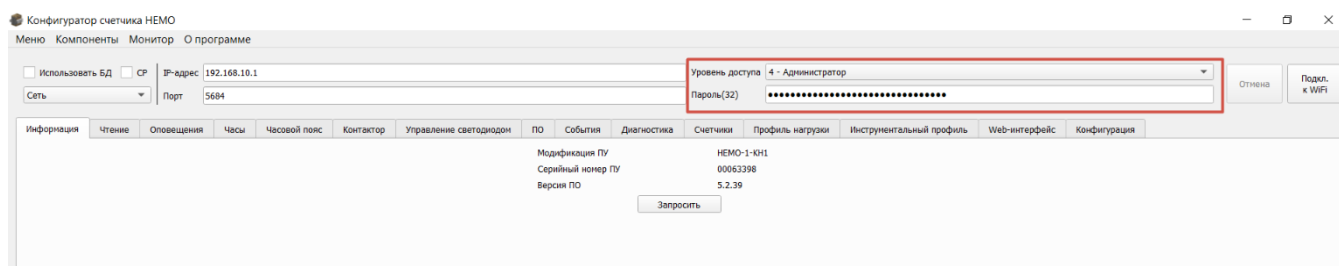
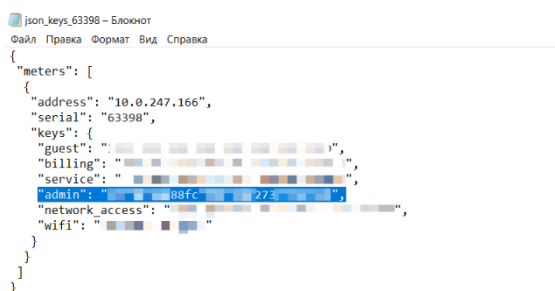

Рисунок 20
Рисунок 21
- далее необходимо открыть конфигуратор и ввести пароль от необходимого уровня доступа (файл с паролями предоставляется заводом-изготовителем в формате json), см. Рисунок 20 и Рисунок 21;